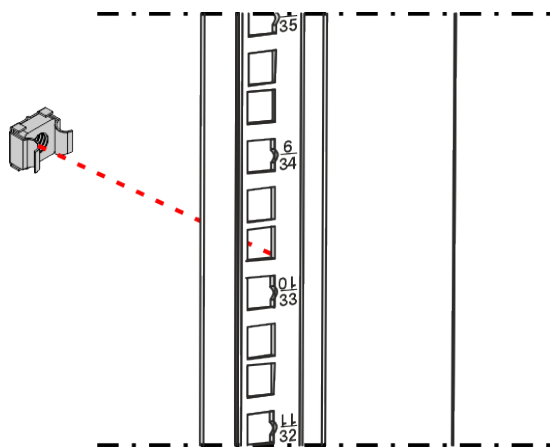

Fig. 43
- 01) Inserire 4 **dadi a gabbia (M)** davanti ai fori sulle **staffe verticali (G)** nel punto in cui si desidera montare l'apparecchiatura, come mostrato nella Fig. 43.